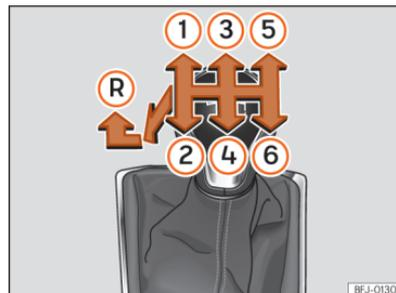

Abb. 123 Schaltschema eines 6-Gang-Schaltgetriebes.
Auf dem Schalthebel sind die Positionen der einzelnen Fahrgänge dargestellt **>>> [Abb. 123]**.
- Schalthebel in die Neutralstellung bringen und nach unten drücken. Schalthebel ganz nach links und dann nach vorn in die Rückwärtsgangposition schieben »» (Abb. 123) (R)